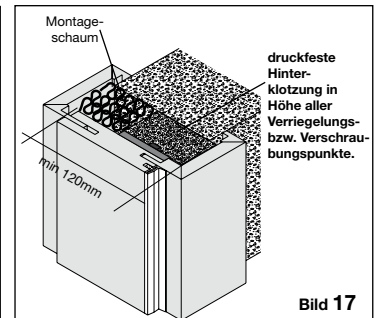

Bild 17
- Fuge zwischen Wand und EI30-Verstärkung voll umlaufend und in Futterbreite (min 120mm) mit 2K-Montageschaum ausschäumen (siehe Bild17).